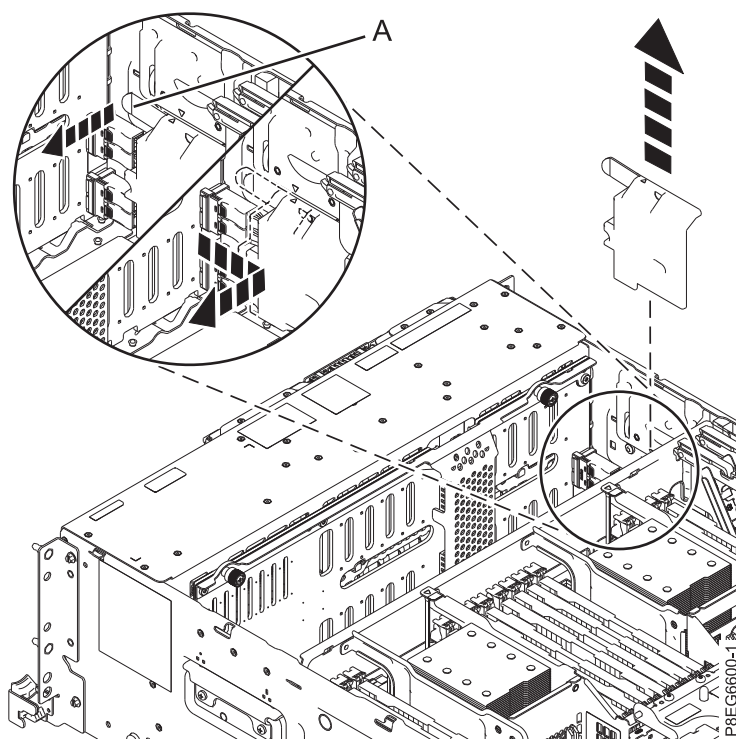

図 2. SAS ケーブル・カバーの取り外し
3. 前面 SAS ケーブルからカバーを取り外します。図 2 に示すように、ハンドル (A) をつまんでシステムの側面から引き離し、さらにカバーを後部方向にスライドさせて取り外します。